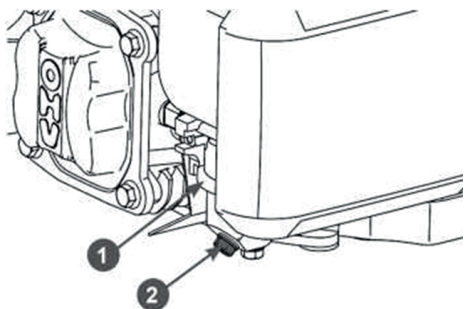

Рис. 26. Слив топлива из карбюратора
1. Установите под карбюратор 1 подходящую емкость (Рис. 26).
2. Открутите болт 2 сливного отверстия и слейте топливо из поплавковой камеры карбюратора в приготовленную для этого ёмкость (Рис. 26).